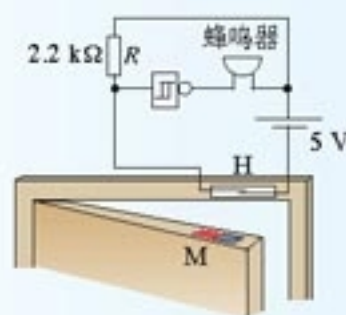

图 6.4-4 防盗报警电路
- 图 6.4-4 是一个简单的磁控防盗报警装置。门的上沿嵌入一小块永磁体 M，门框内与 M 相对的位置嵌入干簧管 H，并且将干簧管接入图示的电路。睡觉前连接好电路，当盗贼开门时，蜂鸣器就会叫起来。